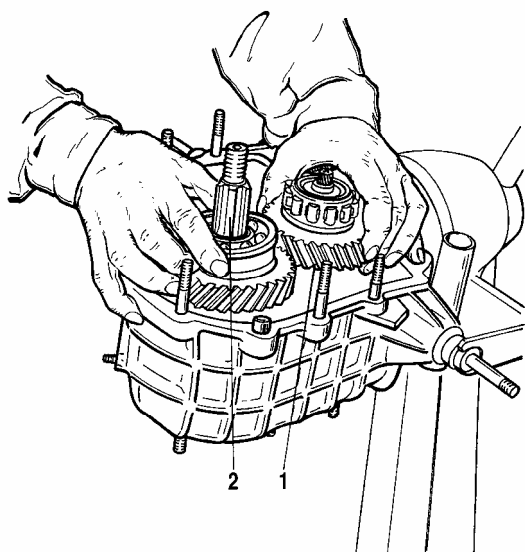

Рис. 3-40. Установка в картер ведущего и промежуточного валов:
- ведущий и промежуточный валы устанавливаются в картер раздаточной коробки одновременно (см. рис. 3-40);